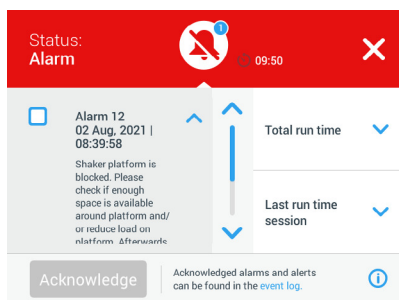

Figure 42 : Liste des alarmes
Appuyer sur l'icône en forme de la cloche dans la zone Info et état de fonctionnement (⑦ sur la Figure 30 et ⑧ sur la Figure 32) ouvre un écran affichant toutes les alarmes actuellement actives, comme représenté sur la Figure 42. Vous pouvez parcourir la liste et appuyer sur n'importe quel élément pour le développer et en savoir plus.